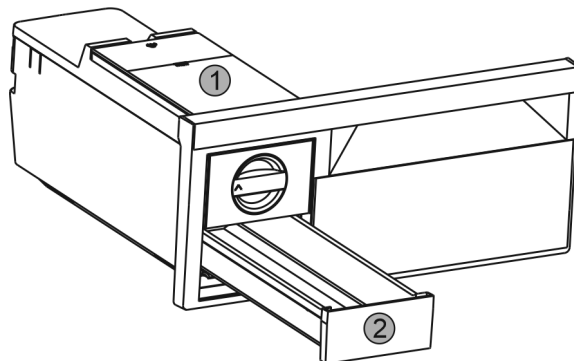

Fig. 36
- ▶ Scoateți rezervorul de apă Fig. 36 (1) și sertarul de cuburi de gheață Fig. 36 (2).